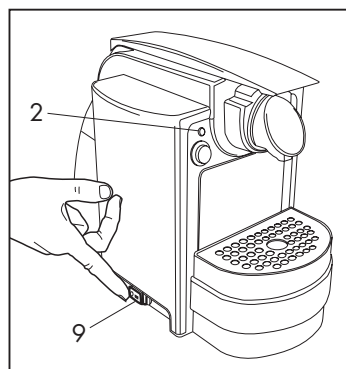

Fig. 4
- Poner en marcha la máquina accionando el interruptor principal (9). **(Fig.4)**
- Cuando el testigo (2) se ilumina, la máquina está lista para el uso **(Fig.4)**.